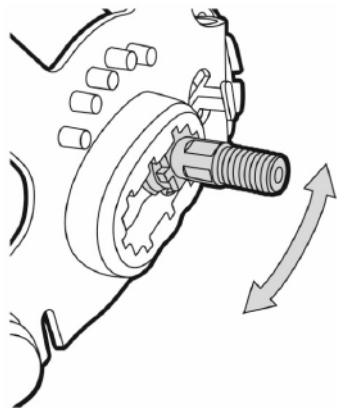

Рис. 8.7. Регулировка «ближе/дальше».
**Регулировка «ближе/дальше»** (См. рис. 8.7): переместите осевой винт ближе или дальше. Не располагайте светофильтр близко к лицу, чтобы уменьшить запотевание светофильтра во время работы.